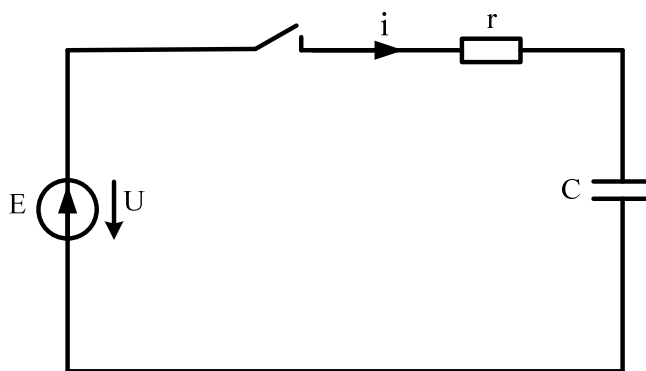

Рис. 7.2
Цепь с r, C (рис. 7.2) при подключении ее к источнику с напряжением U описывается уравнением:
Длительность переходных процессов составляет доли секунды (десятые и сотые) и зависит от параметров цепи. Опытным путем установлено, что переходный процесс заканчивается за время, равное $(4 \div 5)\tau$, где τ - постоянная времени цепи ($\tau = 1/|p|$, где p - корень характеристического уравнения). Для цепи с r и L (рис 7.2) $\tau = L/r$, для цепи с r и C (рис. 7.2) $\tau = rC$. Постоянную времени можно определить геометрическим построением экспоненциально убывающей кривой тока или напряжения. Касательная, проведенная к любой точке экспоненты, и перпендикуляр, опущенный из этой же точки на ось времени, отсекают на ней отрезок, равный τ в масштабе времени.
7.4.2. Ознакомьтесь с рабочей схемой (рис. 7.2) и с работой осциллографа. Подключить цепь с r и C к источнику постоянного напряжения с $U=12$ В. Включить ЭК и снять осциллограммы входного напряжения и напряжения U_r , U_C (в масштабе). (Ключ $K1$ в положении 1).
7.5.2. Как изменятся графики зависимости от времени переходного напряжения U_C , и тока в цепи (рис. 7.2), если сопротивление резистора уменьшить?